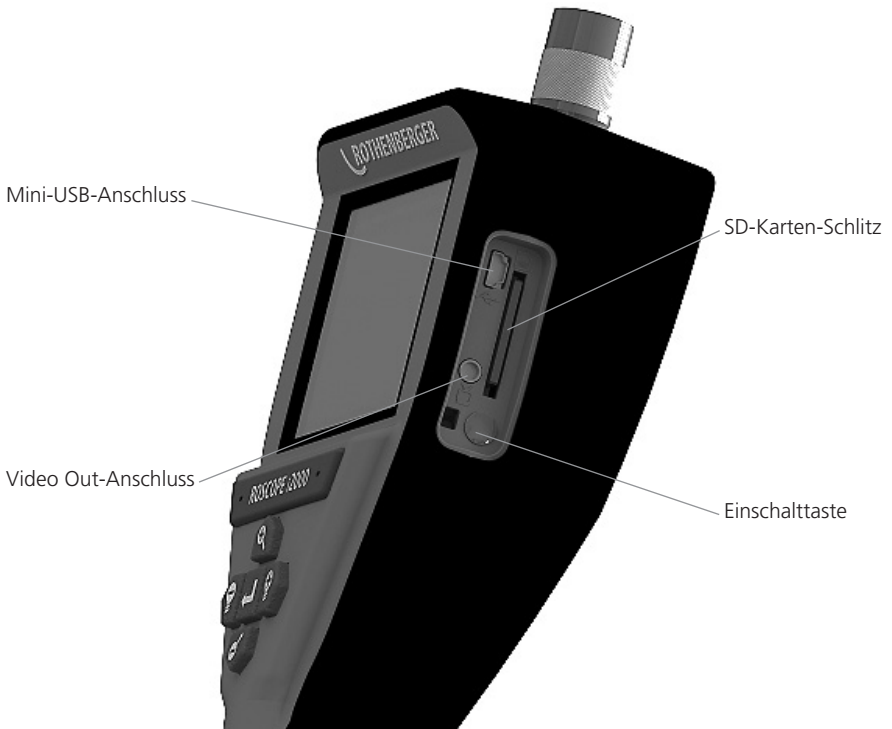

Bild Nr. 14 – USB-Verbindung für Übertragungen
1. Verwenden Sie das Mini-USB-Kabel, um das ROTHENBERGER-Handgerät an den Computer anzuschließen, wie in (Bild Nr. 14) dargestellt.